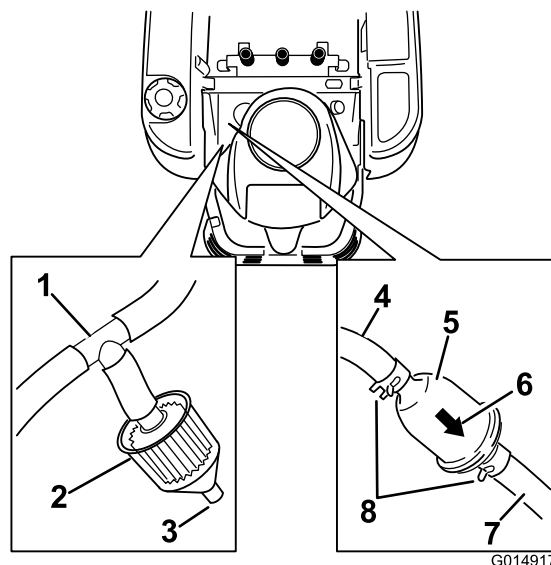

Figura 43
3. Sollevate il sedile e individuate i filtri del carburante come mostrato in Figura 43.
4. Premete le estremità delle fascette stringitubo ed allontanatele dal filtro (Figura 43).
6. Montate un nuovo filtro con la freccia della direzione del flusso proveniente dal serbatoio del carburante e rivolta verso il motore. Spostate le fascette stringitubo in prossimità del filtro (Figura 43) per bloccarlo.
Alcune macchine sono dotate di filtro delle emissioni (Figura 43) collegato ad un raccordo a T sul tubo di sfogo che esce dal serbatoio del carburante. Il filtro è progettato con un foro aperto. Il filtro deve essere periodicamente controllato. Sostituitelo se risulta sporco o intasato.